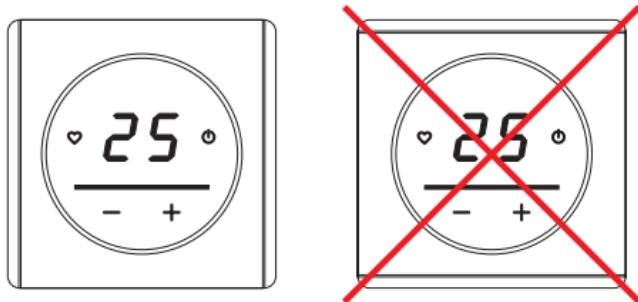

Рис. 7
- ! Дизайнерские электроустановочные рамки Florence имеют вертикальные декоративные риски (см. рис. 7). Механизм терморегулятора фиксируется только в таком положении. Внимательно устанавливайте рамку!